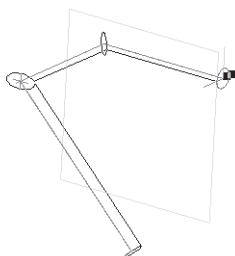

Рис. 418
- **Движение сечения – Сохранять угол наклона**. На экране появится фантом модели (рис. 418);